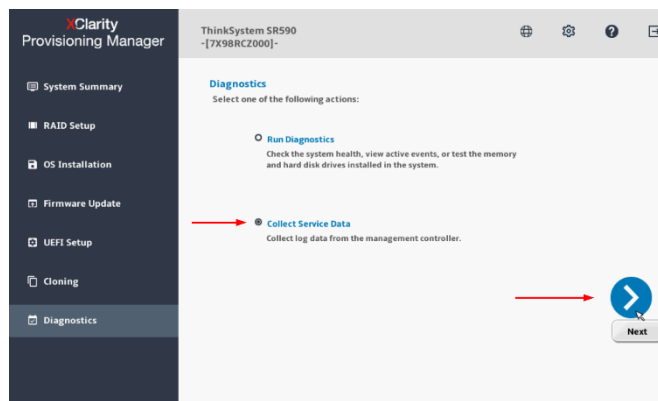

图 5: XClarity Provisioning Manager 诊断页面
5. 选择 Collect Service Data 并单击右箭头, 如图 5 所示;